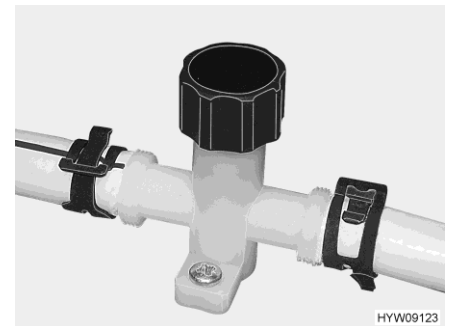

Fig. 126 Robinet de vidange (conduite d'eau)
- Fermer les robinets de vidange (Fig. 126). Pour ce faire, fermer le capuchon concerné dans le sens des aiguilles d'une montre. L'emplacement de la valve de sécurité et de vidange et des robinets de vidange est présenté au paragraphe 10.7 à la fin de ce chapitre.